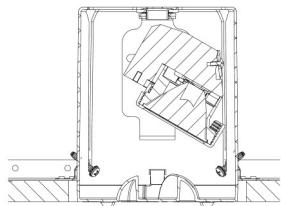

Fig. 15
5. Inserte el protector contra pintura en el dispositivo y ajústelo hasta que esté nivelado con el techo terminado (Fig. 15). El protector contra pintura tiene indicadores para saber hasta dónde nivelar. Ajuste los tornillos con un destornillador a través de las aberturas (Fig. 16).